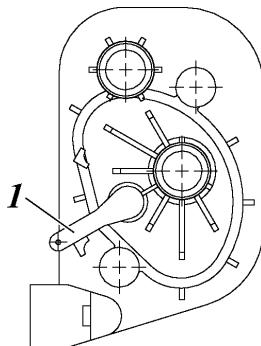

Рис. 3.12. Кран отопителя:
Кран включения подачи жидкости в радиатор отопителя расположен на щитке передка со стороны салона (под панелью приборов со стороны пассажира). Управляется вручную поз.1 (см. рис. 3.12).
2. Кран отопителя должен находиться в открытом положении рис. 3.12 (рычаг крана поз. 1 в крайнем нижнем положении).